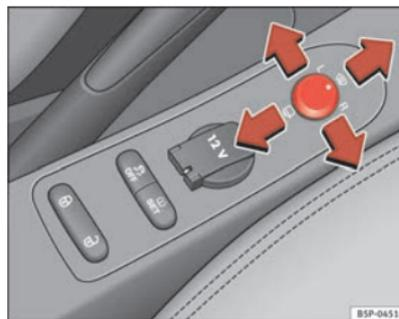

Fig. 90 Comando dos retrovisores exteriores
1. Rodar o botão giratório ⇒ fig. 90 para a posição **L** (espelho retrovisor esquerdo).
- Rodar o comando para a frente, na posição central ⇒ **página 132, fig. 90** , para que os retrovisores térmicos aqueçam e a função de vidro pára-brisas aquecível* na zona de repouso das escovas, fique activa ⇒ página 128.
- Rodar o comando ⇒ **página 132, fig. 90** até à posição  para rebater os retrovisores exteriores. Para evitar danos no veículo, deve recolher os retrovisores exteriores sempre que o veículo entre num túnel de lavagem automática.